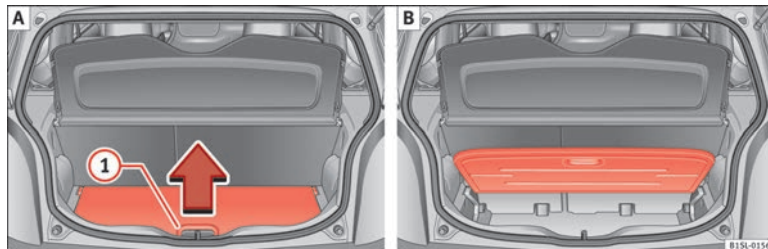

Fig. 69 A: abrir o piso variável do porta-bagagens.
- Para *levantar* o piso, levante o puxador ⇒ Fig. 69 ① no sentido da seta e puxe o piso o mais possível para cima ⇒ Fig. 69 ②.